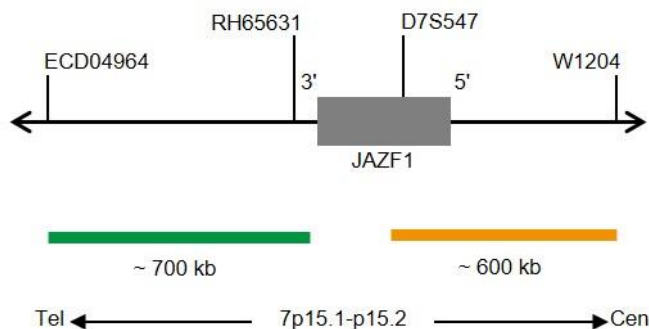

Fig. 1: SPEC JAZF1 Mappa della sonda (non in scala)
- Polinucleotidi (~10 ng/μl) marcati con ZyGreen (eccitazione 503 nm/emissione 528 nm), le cui sequenze target mappano in 7p15.2\* (chr7:27,146,601-27,846,497) distali al punto di rottura di JAZF1 (vedere Fig. 1).
- Polinucleotidi (~4.5 ng/μl) marcati con ZyOrange (eccitazione 547 nm/emissione 572 nm), le cui sequenze target mappano in 7p15.1\* (chr7:28,059,911-28,661,819) prossimi al punto di rottura di JAZF1 (vedere Fig. 1).